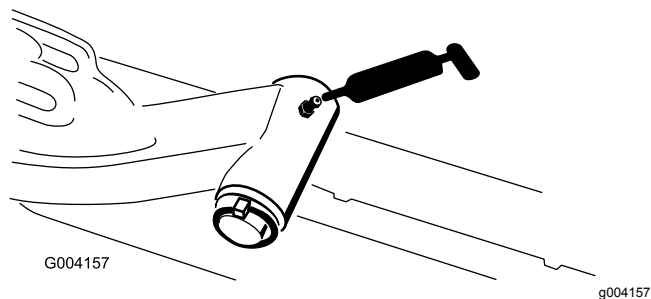

Рисунок 64
- Оси поворота подъемного рычага (по 1 шт.) (Рисунок 64)